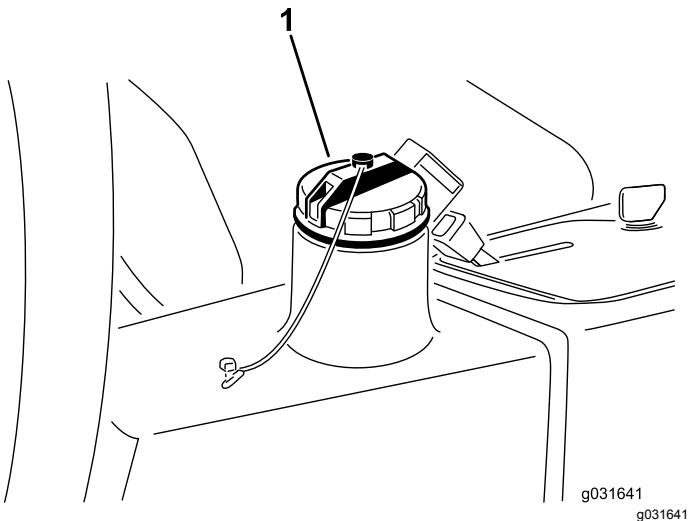

Figura 67
4. Encha o reservatório (Figura 67) com aproximadamente 13,2 litros de fluido hidráulico; consulte Verificar o sistema hidráulico (página 54).